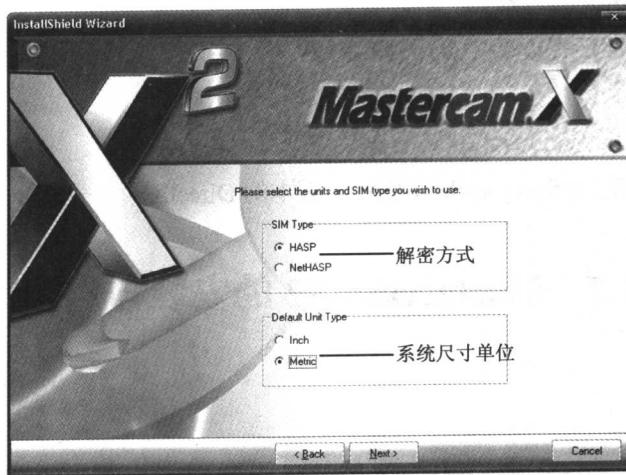

图 1-2 选择解密方式以及系统尺寸单位
(2) 按照安装提示向导依次分别输入用户名、操作权限和安装路径后，需要对软件运行的解密方式以及系统尺寸单位进行设置，如图 1-2 所示。为了保护自身的知识产权不受侵犯，Mastercam X2 使用了加密措施，这些信息可以从软件提供商处获得。用户可以根据需要，选择 HASP 和 NetHASP 其中的一种方式。Inch 和 Metric 分别代表英制和美制单位，用户可以根据需要或习惯进行选择。
(3) 在如图 1-2 所示的对话框中单击 **Next >** 按钮进入下一步，系统将自动完成软件的安装。